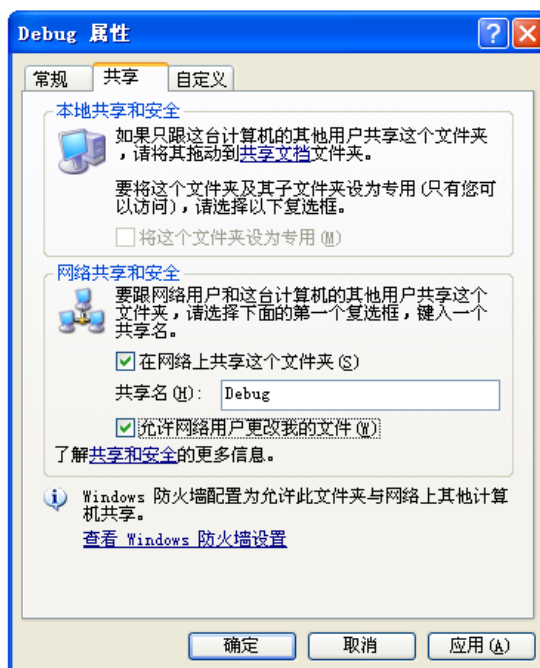
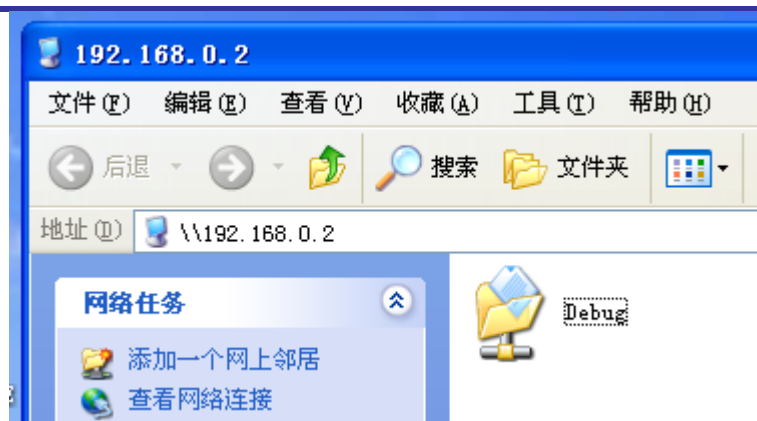

图 7-13 设置共享文件夹属性
图 7-14 建立好的共享文件夹
- (3) 在远程计算机上建立一个共享文件夹（例如 Debug），注意勾选“允许网络计算机更改我的文件”项。在本地计算机开始->运行，输入\\192.168.0.2，并回车，能看到 Debug 这个文件夹。共享文件夹建立过程如图 7-13 和如图 7-14 所示。